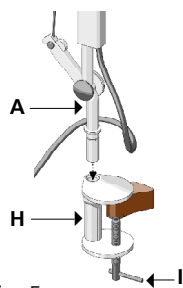

Fig. 5
**ISTRUZIONI MORSETTO** (fig.5): Fissare il morsetto H mediante la vite I. Inserire il corpo lampada A nell'apposita sede eseguendo una rotazione e una pressione verso il basso.
**INSTRUCTIONS ETAU** (fig. 5): Fixer l'étau H au moyen de la vis I. Introduire le corps de l'appareil A dans son logement en effectuant une rotation et en exerçant une pression vers le bas.
**HOLDFAST INSTRUCTIONS** (fig. 5): Fix clamp H by means of screw I. Insert fixture body A into the proper seat by rotating and pressing it downward.
**ANLEITUNGEN KLEMMENLEUCHTE** (Abb. 5): Die Klemme H durch die Schraube I befestigen. Den Beleuchtungskörper A in die geeigneten Sitz beim Drehen und Drücken nach unten einsetzen.
**ISTRUCCIONES MORDAZA** (fig. 5): Ajustar la mordaza H mediante el tornillo I. Introducir el cuerpo lámpara A en el espacio correspondiente efectuando una rotación y una presión hacia abajo.